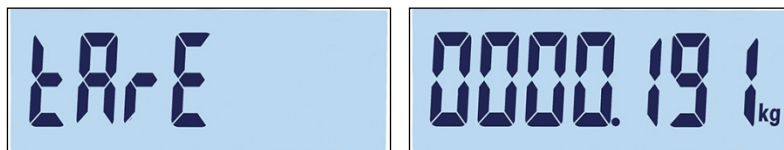

Figure 3-50 : Écrans Étiquette de tolérance positive et Réglage
- Finalement, une valeur de **tare** peut être définie pour l'enregistrement (Figure 3-50). Appuyez sur  pour confirmer l'enregistrement et quitter la fonction de modification d'un enregistrement.